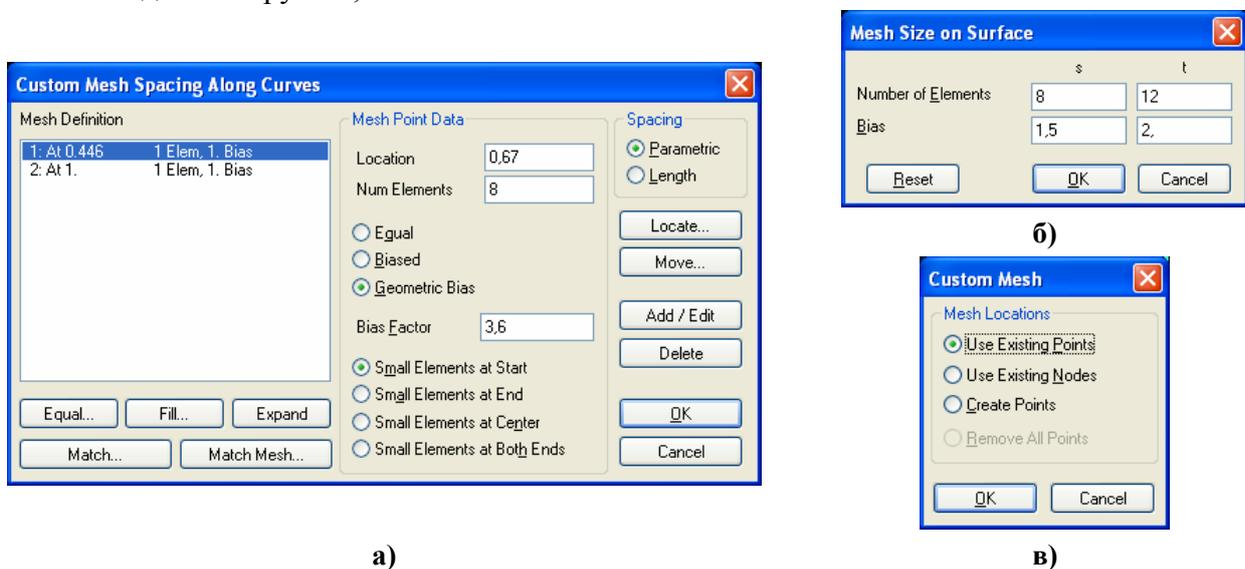

Рис.3.10. Диалоговые панели разметки КЭ: а) – на кривых; б) – на поверхностях; в) – с учетом точек и узлов
- **Custom Size Along Curve...** (группами на линии): выбирается линия, после чего появляется соответствующая диалоговая панель (см. рис.3.10-а) для частичной разметки линии. Панель имеет уже знакомые элементы в секциях „Mesh Point Data” и „Spacing”, а также некоторые новые. В окне „Mesh Definition” помещается список групп, заголовки которых создаются автоматически и содержат информацию о значении локальной координаты начала группы разметки (**At**), количество КЭ (**Elem**) и коэффициент увеличения шага (**Bias**). Всегда есть „финальная” группа, которая „закрывает” разметку и которую нельзя удалить. Локальная
- **Mapped Divisions on Surface...** (деление параметрическим образом на ребрах поверхности (с тремя или четырьмя ребрами) „твердого” тела): выбирается поверхность (не конструкционная, см. Раздел 2.2.4), на диалоговой панели „**Mesh Size on Surface**” (см. рис.3.10-б) указывается количество КЭ по направлениям двух параметров: s (направление указано стрелкой) и t , а также значение коэффициентов *увеличения* шага от *начала* координат (**Bias**). **Внимание:** для поверхности с тремя ребрами локальные координаты на них s , t и s , т.е. первое и третье ребра будут размечены одинаково;
- **Mesh Point on Surface...** (с учетом точек на поверхности): выбирается поверхность „*твердого*” тела, на которой во всех точках (с границами включительно) будут обязательно созданы узлы КЭС. Потом появляется дополнительная диалоговая панель „**Custom Mesh**” (см. рис.3.10-в). На нее необходимо выбрать один из вариантов: „**Use Existing Points**” (использовать существующие точки), „**Use Existing Nodes**” (использовать существующие узлы), „**Create Points**” (создать точки) или „**Remove All Points**” (удалить все точки).